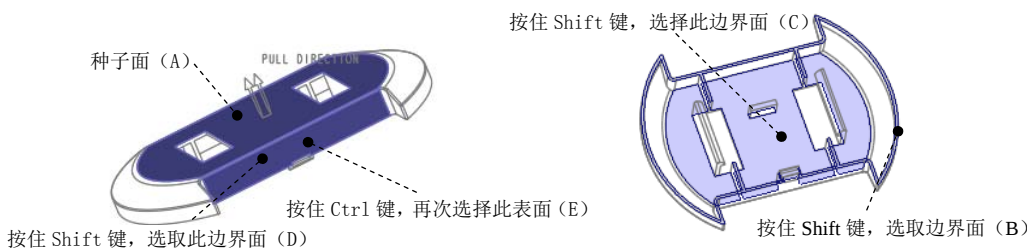

图 27.13 定义种子面和边界面
(1) 采用“种子面与边界面”的方法选取所需要的曲面。用户分别选取种子面和边界面后, 系统则会自动选取从种子曲面开始向四周延伸直到边界曲面的所有曲面(其中包括种子曲面, 但不包括边界曲面)。在屏幕右下方的“智能选取栏”中选择“几何”选项。
(2) 下面先选取“种子面”, 操作方法如下: 选择 **视图** 功能选项卡 **模型显示** 区域中的“显示样式”按钮, 按下  **消隐** 按钮, 将模型的显示状态切换到实线线框显示方式, 将模型调整到图 27.13 所示的视图方位, 将鼠标指针移至模型中的目标位置, 选取图 27.13 中的模型的表面, 该表面就是所要选择的“种子面”。
(3) 选取“边界面”, 操作方法如下: 按住 Shift 键, 选取图 27.13 中的模型的一圈端部表面(B)为边界面, 按住 Shift 键, 选取图 27.13 中的模型的内表面(C)为边界面, 按住 Shift 键, 选取图 27.13 中的模型表面(D)为边界面。
(4) 按住 Ctrl 键, 再次选取图 27.13 中的模型表面(E)为边界面。
(5) 单击 **模具** 功能选项卡 **操作** 区域中的“复制”按钮。
(6) 单击 **模具** 功能选项卡 **操作** 区域中的“粘贴”按钮。系统弹出“曲面: 复制”操控板。
(7) 填补复制曲面上的破孔。在操控板中单击 **选项** 按钮，在“选项”界面选中 **排除曲面并填充孔** 单项，在 **填充孔/曲面** 区域中单击“单击此处添加项”，在系统的提示下，再次选取图 27.13 中种子面的曲面。
(8) 在“曲面：复制”操控板中单击 **✓** 按钮。